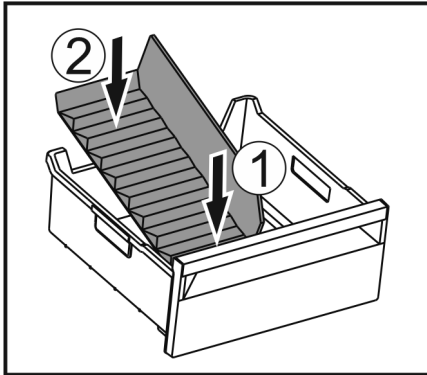

Fig. 113
- ▶ Vorderen Teil des Eisfach-Trenners einsetzen. Fig. 113 (1)
- ▶ Hinteren Teil des Eisfach-Trenners bis zum Schubfachboden absenken. Fig. 113 (2)